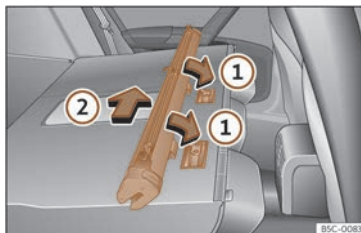

Fig. 134 Montar a rede de separación nos respaldos do asento traseiro.
- Coloque a carcasa da rede nos rebaixes dos carrís de suxeición no sentido das frechas >>> **fig. 134 ①**
- Empuxe a carcasa cara ao lado esquerdo do vehículo no sentido da frecha >>> **fig. 134 ②** e ata o tope.
- Tire da carcasa da rede aproximadamente 5 cm no sentido contrario da frecha »» fig. 134 ②.
- Extraia a carcasa dos carrís de suxeición tirando no sentido contrario ao das frechas »» fig. 134 ①.